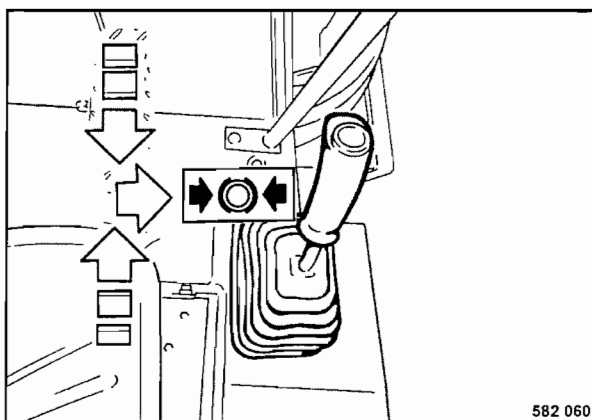

Fig. 26
- Comprobar si la palanca de marcha (Fig. 26) está encajada hacia la derecha en posición de frenado.